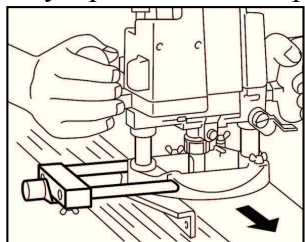

рис. 9
- вставьте направляющую в отверстия в основании фрезера и закрепите с помощью винтов крепления направляющей 12 (рис.9).
Параллельный упор (рис.9) служит для прямолинейного фрезерования кромок и канавок, параллельно ровному краю заготовки, на определённую